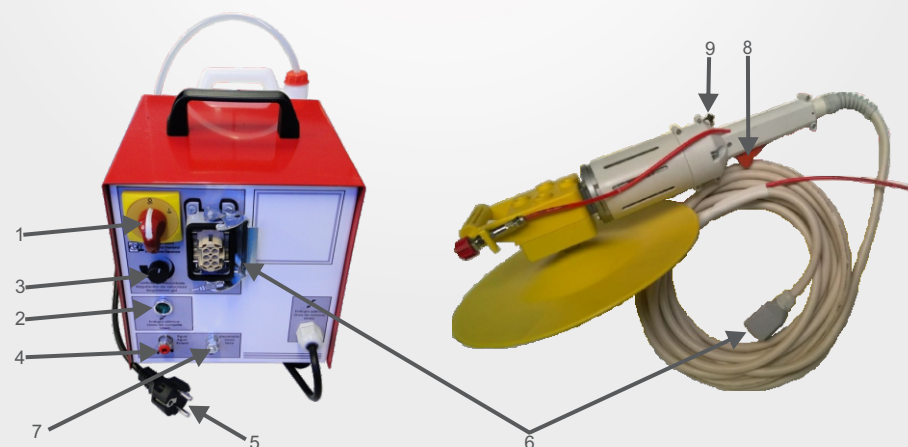

Figura 3.2 - quadro de comando
Nº	Denominação dos botões do painel de comando - Figura 3.2
* Completar o reservatório de água de 3 litros situado na parte posterior da máquina e inserir a bomba conectada com o tubo na torneira (figura 3.2 posição 4)
* Para umedecer a zona de trabalho, soltar o botão que aciona a desempenadeira e apertar o botão nº9 (figura 3.2).
OBS.: Ao consumir toda a água, completar o reservatório e expurgar o ar dentro da bomba por meio do botão nº9 (figura 3.2). A bomba possui um pressostato de mínima que a aciona ao diminuir a pressão.
A Desempenadeira para ao se soltar o botão nº8, conforme figura 3.2. Em seguida, colocar o interruptor geral nº1 da figura 3.2 na posição 0 (zero), para interromper a alimentação elétrica desconectar o cabo e o tubo de água que conecta a desempenadeira ao quadro de comando.